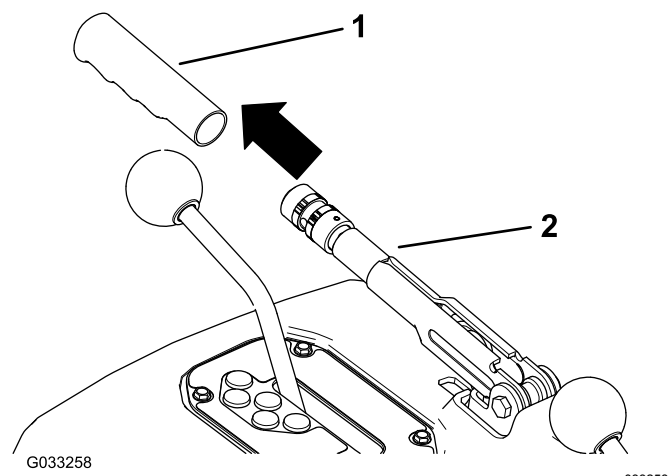

Figure 74
1. Enlevez la poignée en caoutchouc du levier de frein de stationnement (Figure 74).
5. Placez la poignée en caoutchouc sur le levier du frein de stationnement (Figure 74).